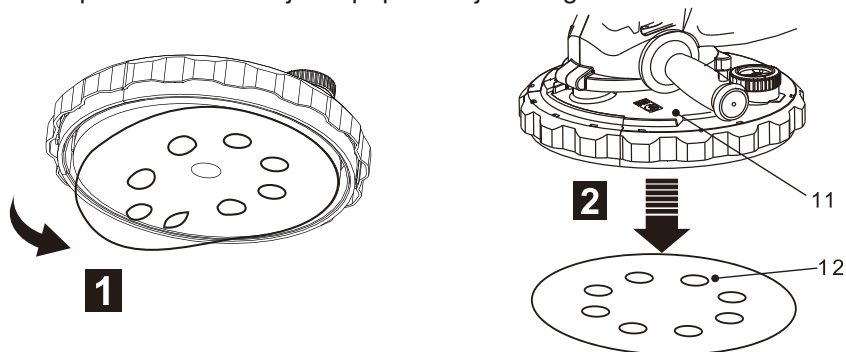

Fig.3
- > Sujete el borde de la hoja de papel de lijado (12) y tire de él para retirar la hoja de papel de lijado de la placa base (11) (Fig. 3).